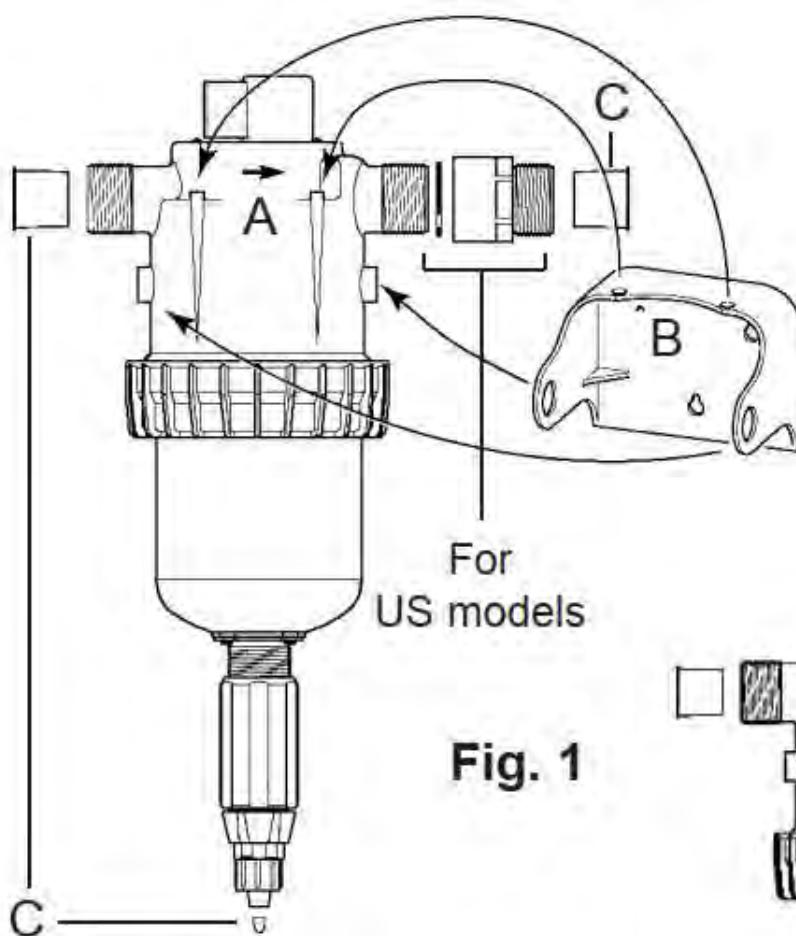

Fig. 1
- ブラケットを使用すると、ドーサトロンを壁に固定できます。側面の 2 つのラグと上部ポンプ部分の 2 つのラグ (図 1-A) がカチッと所定の位置に収まるまで、ブラケットアームを離して ドーサトロンをブラケットにはめ込みます (図 1-B)。